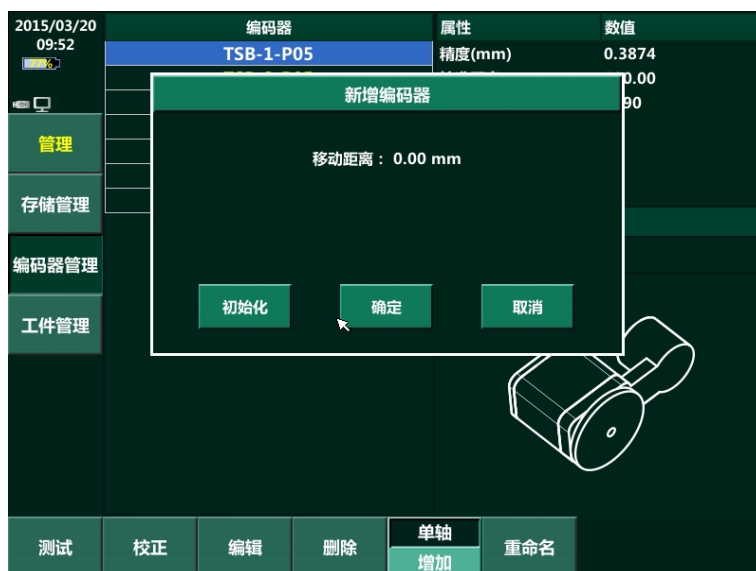
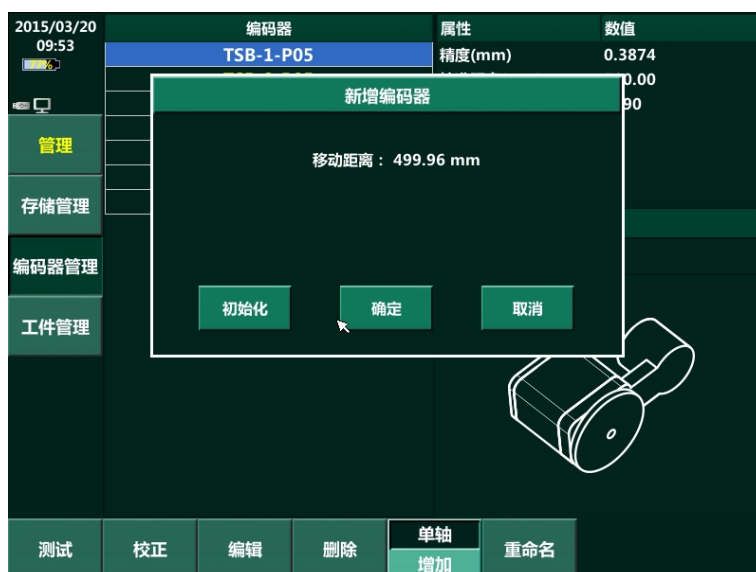

图 5-6 新增向导 2
图 5-7 编码器移动距离确认
- 3) 屏幕显示如图 5-6 所示, 反方向移动编码器至校准起点位置。若“移动距离”与步骤 1) 中输入的校准距离相等或在用户允许的偏差范围内 (如图 5-7), 则点击“确定”进入下一步; 否则点击“初始化”, 将编码器重新放置在校准终点位置, 再次移动到校准起点。